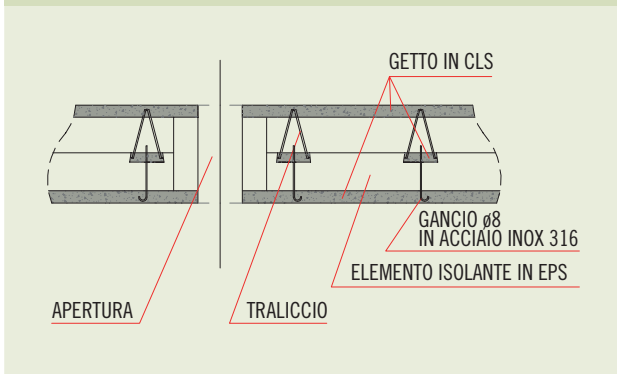

Fig. 2. Particolare chiusura porta/finestra Termo-Bilastra.
- Eliminazione del problema dei ponti termici verticali nell'attacco tra scatinato e muro in elevazione, grazie all'ausilio della fascia **ESSE THERM®**, con cui si ottengono le soluzioni desiderate (vedi fig. 2);